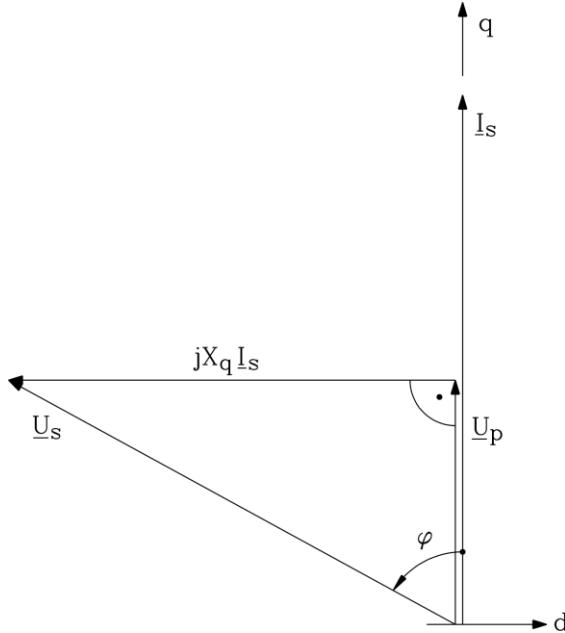

Fig. 25-2: Voltage and phasor diagram of PM motor at rated load and speed
4) Acc. to Fig. 25-2 we get:
4) Gemäß Bild 25-2 deutsch erhalten wir: